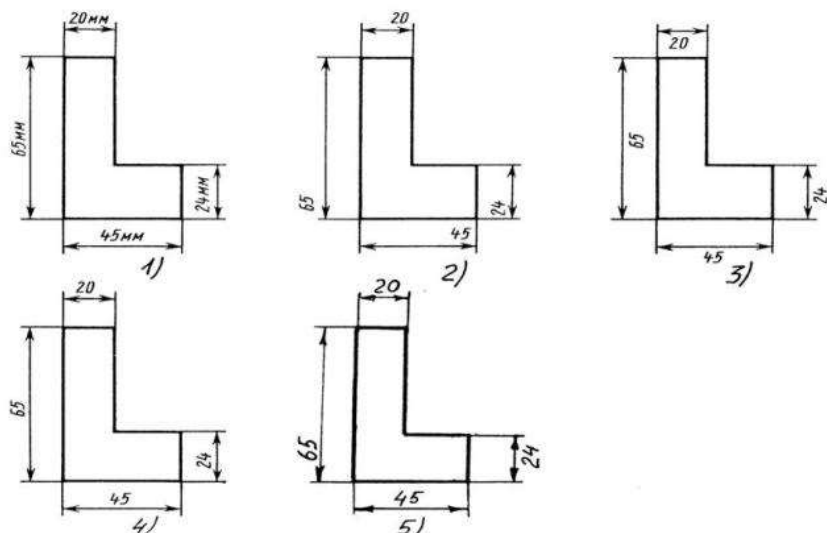

Рис. 2
16. Определите, на каком чертеже правильно записаны размерные числа (Рис. 2)?